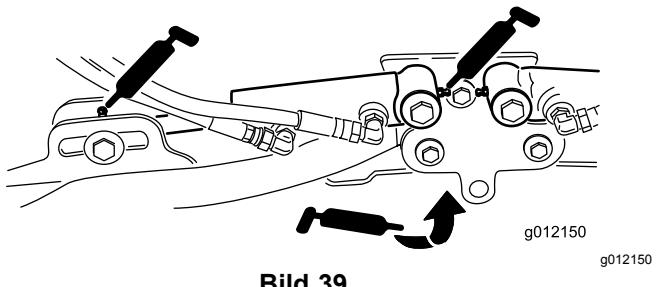

Bild 39
- Hubarmzylinder der Schneideeinheit (2) (Bild 39)
- Hubarmgelenke (1) (Bild 39)